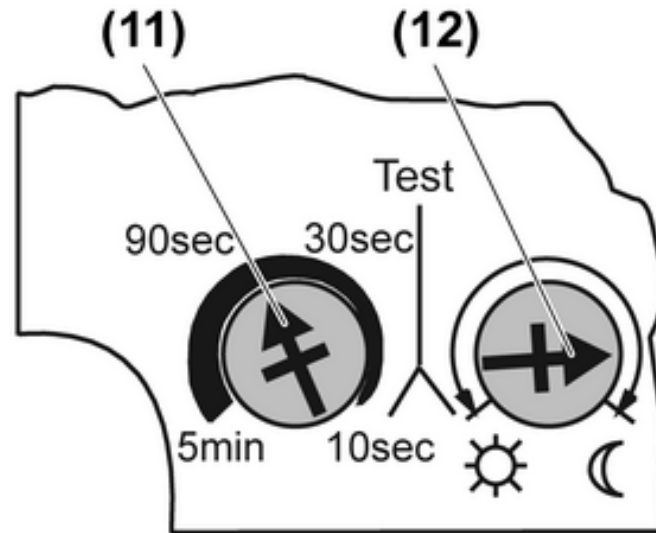

Bild 5: Nachlaufzeit und Helligkeitsschwelle einstellen
Der Bewegungsmelder verfügt auf der Rückseite des Gehäuseoberteils über einen Einsteller für die Nachlaufzeit (11) und die Helligkeitsschwelle (12) (Bild 5).
- Gewünschte Nachlaufzeit mit Einsteller (11) einstellen.
- Gewünschte Helligkeitsschwelle mit Einsteller (12) einstellen, dabei steht das Symbol ☀ für Tagbetrieb, also helligkeitsunabhängiges Schalten und das Symbol ☾ für minimale Helligkeit.
- i** Soll das Gerät bei Beginn der Dämmerung schalten, den Einsteller (12) wie im (Bild 5) dargestellt einstellen.